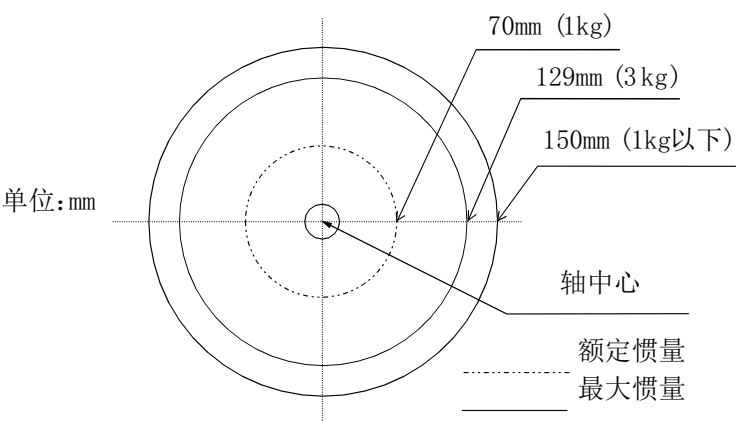
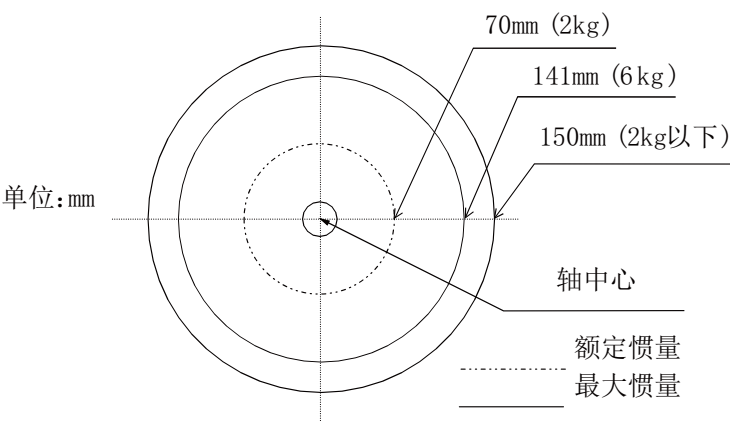

图 2-1: RH-3CH-S11 的负载重心位置（负载体积较小的情况下）
图 2-2: RH-6CH-S11 的负载重心位置（负载体积较小的情况下）
- (1) 关于工艺装备，应满足第 7 页的“2.1.1 基本规格”中记载的允许惯量以下的条件。
- (2) 负载的体积比较小情况下的重心位置分布尺寸如图 2-1、图 2-2 中所示。应参考这些图进行工艺装备的设计。
在图 2-1、图 2-2 中记载的最大惯量时的圆内侧使用。